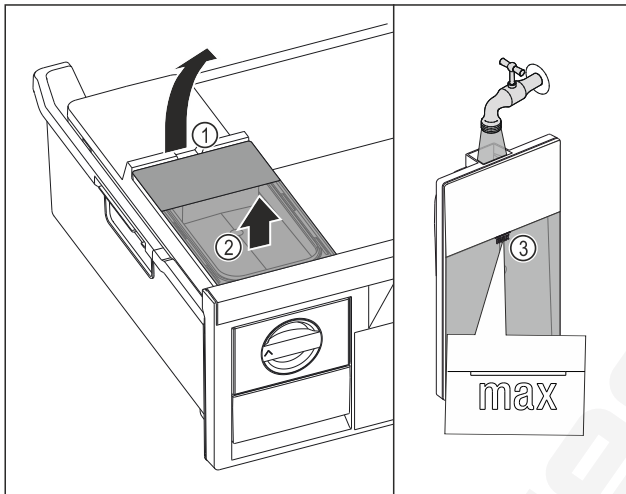

Fig. 109
- ▶ Emelje fel a víztartályt a kivágásnál Fig. 109 (1).
- ▶ Felfelé vegye ki a víztartályt. Fig. 109 (2)
- ▶ Ivóvízzel töltsse fel a jelölésig Fig. 109 (3) a víztartályt.